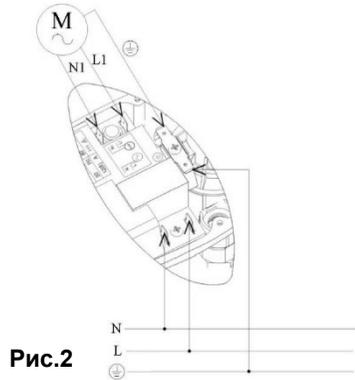

Рис.2
Для подсоединения поставляемой модификации следует придерживаться схемы, изображенной на Рис.2.
2. Подключите провода насосного и питающего кабелей к клеммам устройства согласно рис. 2